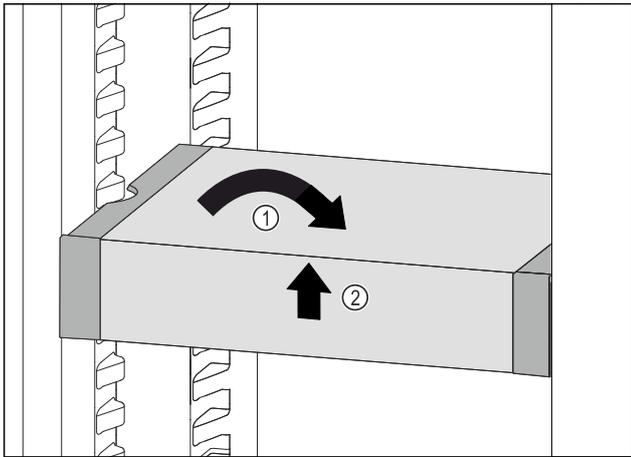

Fig. 99
- ▶ Coloque el VarioSafe en posición recta. *Fig. 99 (1)*
- ▶ Levante el VarioSafe por delante. *Fig. 99 (2)*